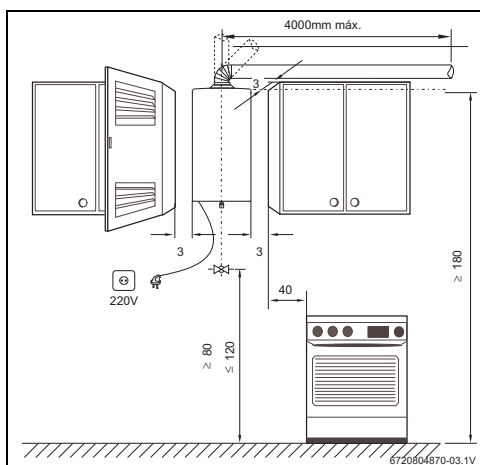

Fig. 3 Distâncias mínimas
- Respeitar as medidas mínimas de instalação indicadas na Fig. 3.